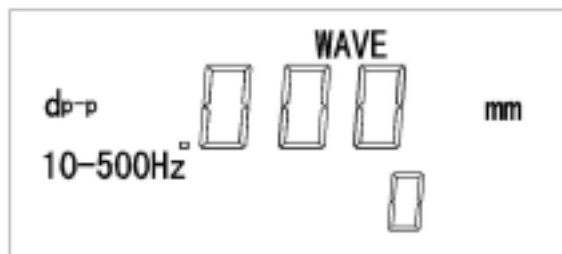

图 3-6
- 3.按 A.V.D 键调整直到变为测量位移方式,见图 3-6;